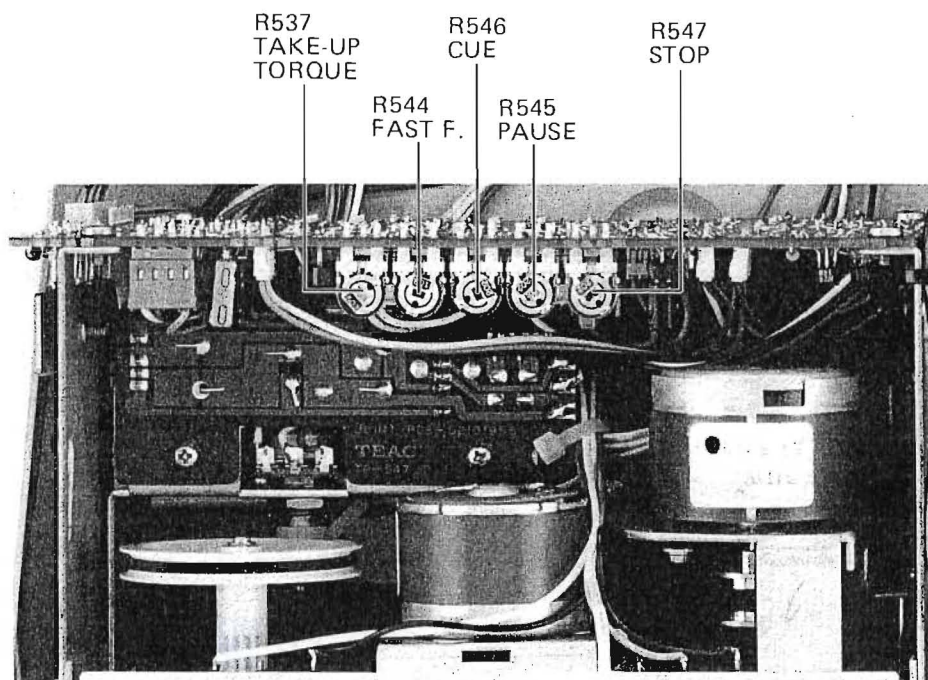

Fig. 5-3
1. With the deck in STOP mode, adjust the trim pot R547 (Fig. 5-3) so that the head base comes to the lowest position.
1. ストップ・モード時に、ヘッド・ベースが最も下方にくるように半固定抵抗 R547 (図5-3) を調整する。
- Run the deck in the F.F. (fast forward) or REW (rewind) mode and adjust the trim pot R544 (Fig. 5-3) so that the following two conditions are obtained.
Make sure cue signal is developed when the FF or REW button is pushed with the PAUSE mode set. If the cue signal is not developed or the level is excessively low, adjust the trim pot R546 (Fig. 5-3).
- F.F. (早送り) または RWD (早巻戻し) モード中に下記の状態が得られるように半固定抵抗 R544 (図 5-3) を調整する。
ポーズ・モードにして FF ボタンまたは REW ボタンを押した時にキュー信号が出るかどうか確認する。キュー信号が出ないまたは信号レベルが極端に低い場合は、半固定抵抗 R546 (図 5-3) を調整する。
2. If the take-up torque is out of the limits, adjust the trim pot R537 (refer to Fig. 5-3).
2. もしテイクアップ・トルクが規定値から外れている場合は、半固定抵抗 R537 (図5-3参照) を調整する。